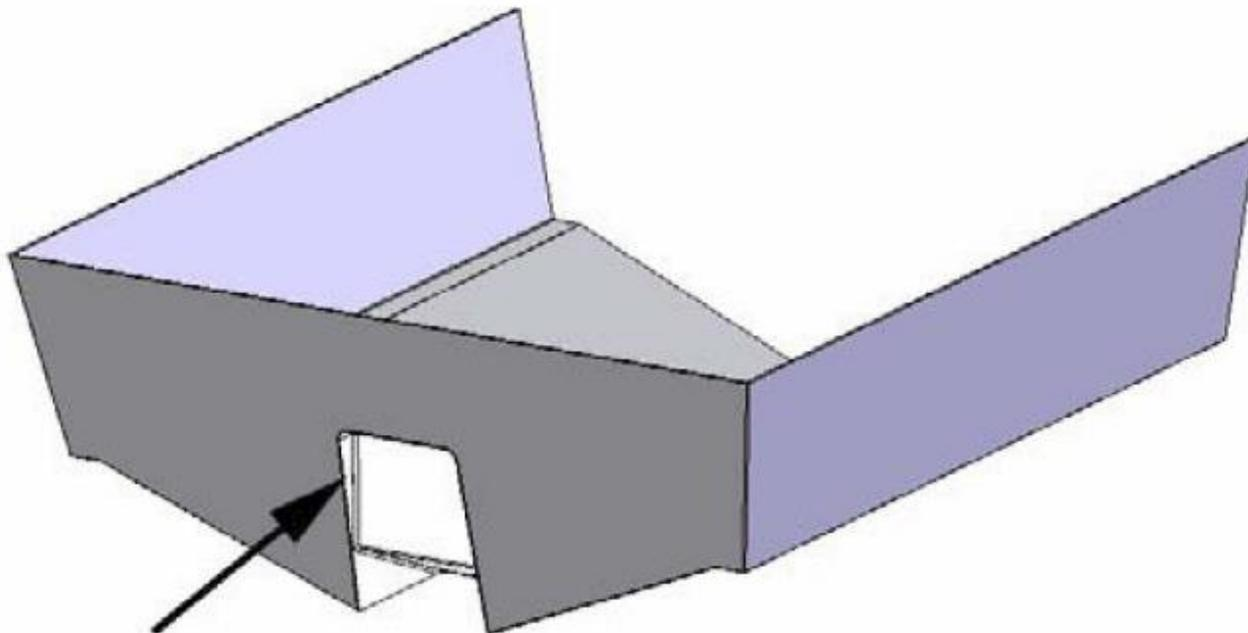

Figura 11. Collare in eccesso
10. Tagliare il collare in eccesso della piastra all'esterno dello specchio di poppa (Figura 11).